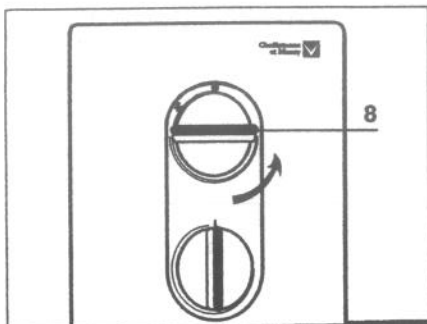

Fig. 5
- allumer la veilleuse et placer le bouton "8" (fig. 5) sur la position plein gaz « 8 »,